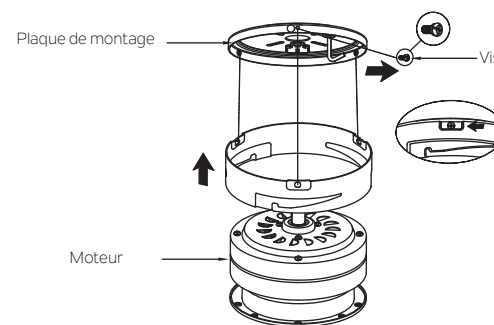

Fig. 11
Étape 1. Retirez la vis marquée d'un point préinstallée sur la plaque de montage et conservez-la pour la suite. Desserrez les deux autres vis (sans les retirer). (Fig. 11)
Étape 2. Relevez le moteur sur la plaque de montage, placez les deux trous de la fente sur le couvercle de la plaque de montage sur les 2 vis précédemment desserrées de la plaque de montage. Tournez le couvercle de la plaque de montage jusqu'à ce qu'il soit verrouillé en place à la section étroite des trous en forme de serrure. Sécurisez en serrant les 2 vis et celle qui a été retirée (Fig. 11)